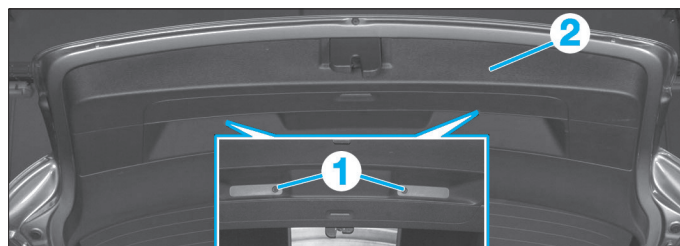

Fig. 53
- Déposer les vis (1) (Fig.53)
- Dégrafer la garniture inférieure (2) à l'aide d'une pince d'écartement.
- Déposer la garniture inférieure (2).